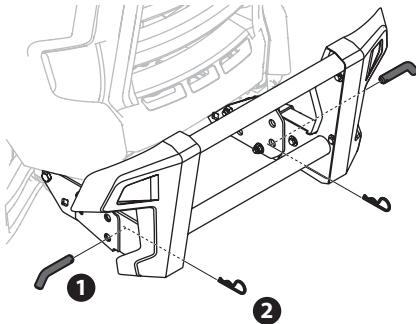

Figure 17
2. Insérez les goupilles de chaque côté du grillage de protection avant d'installer les deux goupilles fendues fournies dans le sachet de quincaillerie (Figure 17).